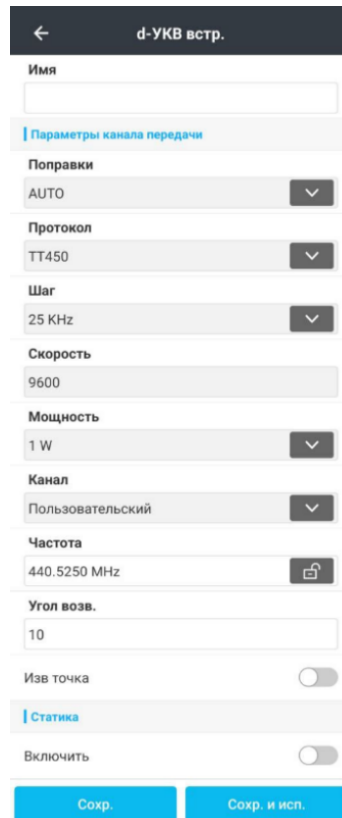

Рисунок 5.2.43
12. В конце нажмите **Сохранить** или **Сохранить и использовать** (Рисунок 5.2.43).